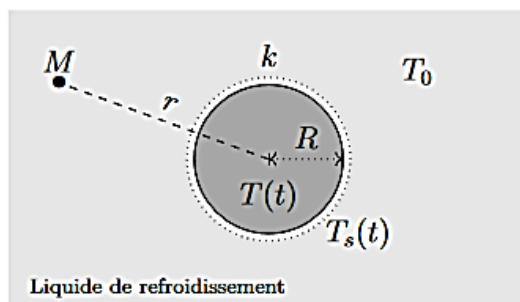

FIGURE 1 – Boule de supraconducteur en cours de refroidissement
**I.12.f.** En revenant sur les photographies de la figure 1, page 1, quel phénomène avons nous négligé ?
Le matériau (supraconducteur) étudié dans cette partie I.A à la forme d'une boule de rayon  $R$ , de température uniforme  $T(t)$ . Il est entièrement plongé dans un liquide réfrigérant qui maintient, à grande distance du matériau, la température uniforme et constante  $T_0 < T_{sc}$  (cf. figure 1).
Pour l'étude du refroidissement, il faut aussi tenir compte des transferts thermiques au sein du liquide réfrigérant. On admet que la température  $T_f$  en un point  $M$  du liquide supposé immobile ne dépend que de la distance  $r$  au centre  $O$  de la boule (figure 1). On néglige la capacité thermique massique du liquide réfrigérant ; sa conductivité thermique est notée  $\lambda'$ .